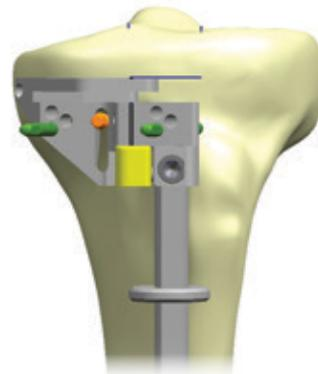

Figura 27
- Successivamente, allineare la parte superiore del blocco guida con il contrassegno di profondità provvisorio del calibro distale femorale e posizionare uno SPEED PIN[®] da 65 mm con testa attraverso la metà superiore dell'asola provvisoria del blocco guida per stabilizzare (nella Figura 27, il pin è mostrato in arancione). **Non inserire completamente il pin.**
- Fissare il blocco guida bloccando il set di fori da "0" mm con SPEED PIN non orlati da 65 mm (nella Figura 27 i pin sono mostrati in verde). Serrare lo SPEED PIN con testa nell'asola per una stabilizzazione aggiuntiva.